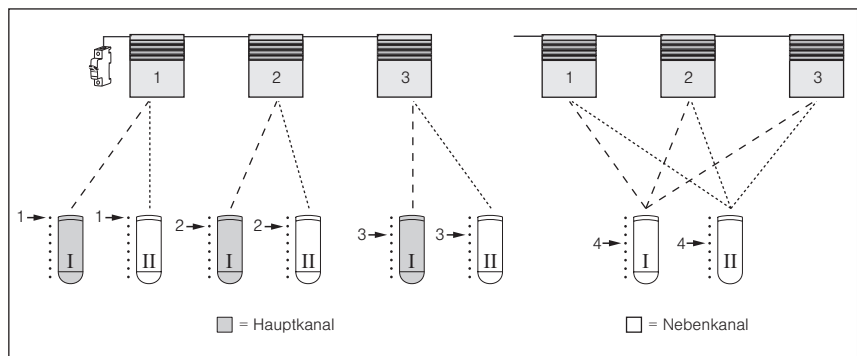

Abb. 58 Drei Rollläden (nur gemeinsam aussicherbar) sollen mit zwei 8-Kanal Handsendern bedient werden.
Nun sind alle drei Rollladen gemeinsam mit Kanal 4 von Handsender (I) bedienbar. Der nächste Schritt besteht im Einlernen der Nebenkana für Handsender (II). Hierbei müssen Sie beachten, dass Sie den Lernmodus immer mit dem Hauptkana starten, in unserem Beispiel liegen die Hauptkana auf Handsender (I), *siehe Abb. 58 links*.